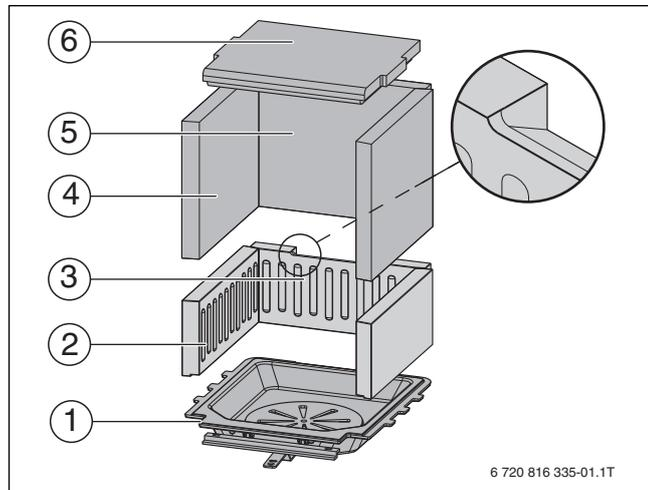

Bild 19 Feuerraumauskleidung – Heizeinsatz Rost
- Rückwandstein Feuerraum Mitte (→ Bild 19, [3], Seite 18) hinten mit der Verzahnung nach unten einstellen.